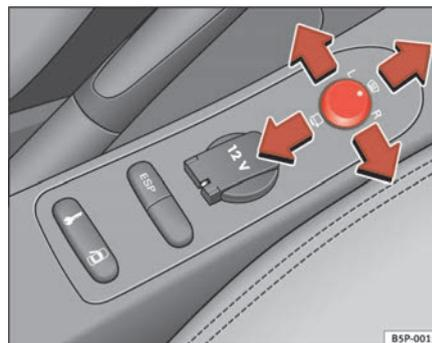

Abb. 90 Drehknopf für Außenspiegeleinstellung
1. Drehen Sie den Drehknopf ⇒ Abb. 90 in Stellung **L** (**linker Außenspiegel**).
- Drehen Sie den Drehknopf nach vorne auf die mittlere Stellung ⇒ Seite 128, Abb. 90 , damit die Heizung der Außenspiegel und die Funktion der beheizbaren Windschutzscheibe* im Bereich der Ruhestellung der Wischerblätter eingeschaltet wird. ⇒ Seite 124
- Drehen Sie den Drehknopf ⇒ Seite 128, Abb. 90 in Stellung , um die Außenspiegel anzuklappen. Sie sollten die Außenspiegel immer anklappen, wenn Sie eine automatische Waschanlage durchfahren, um Beschädigungen zu vermeiden.